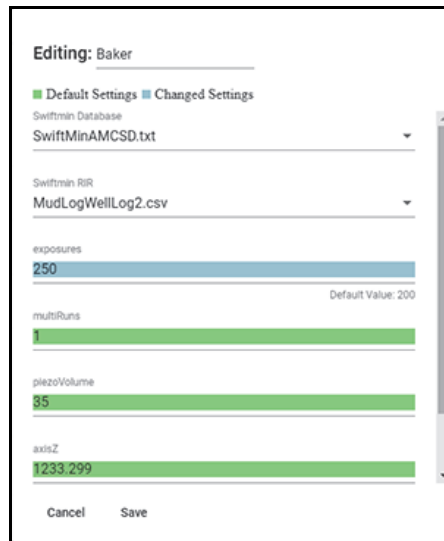

Figura 5-15 Caixa de diálogo Editing
2. Na caixa de diálogo **Editing**, (veja Figura 5-15 na página 74), selecione o banco de dados padrão (veja “Para alterar o banco de dados padrão” na página 71).